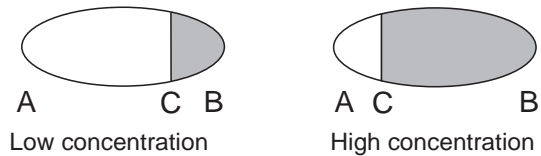

Figura 10.2 Imágenes ópticas
temperaturas más bajas. De esto se deduce que la imagen óptica cambia con la concentración de la solución de proceso, como se muestra en la Figura 10.2. Ni el color de la solución, las burbujas de gas ni las partículas no disueltas influyen en la posición del borde de la sombra (C).